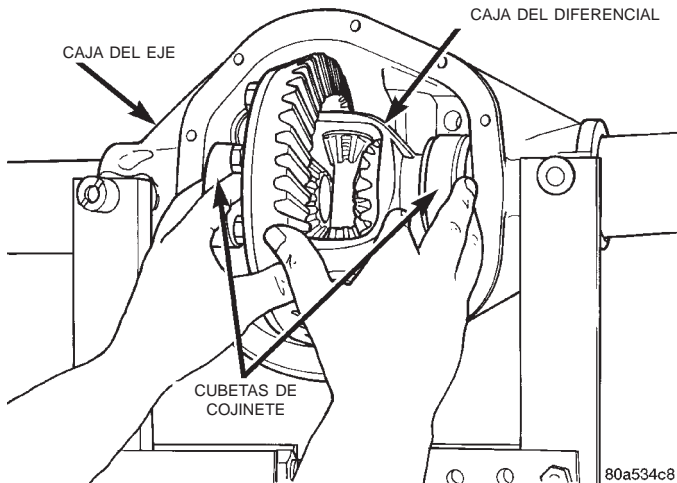

Fig. 35 Desmontaje de la caja del diferencial
(10) Retire el indicador de cuadrante.
(11) Mientras sujeta la caja del diferencial en su sitio, retire los pernos de las tapas de cojinete del diferencial y las tapas.
(12) Retire el diferencial del cárter. Asegúrese de que las cubetas de cojinete se mantengan en posición sobre los cojinetes del diferencial (Fig. 35).
(13) Marque o coloque una tarjeta en las cubetas de los cojinetes para indicar de qué lado se retiraron.